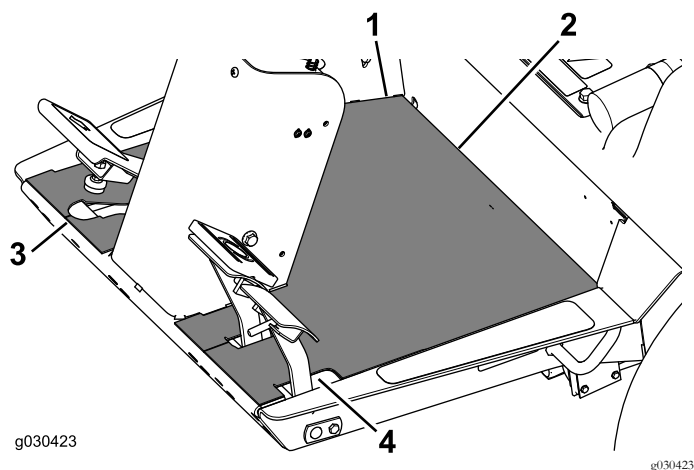

Figura 22
4. Alinhe a extremidade posterior do rasto do piso na extremidade onde a plataforma do operador se junta à placa de apoio (Figura 22).